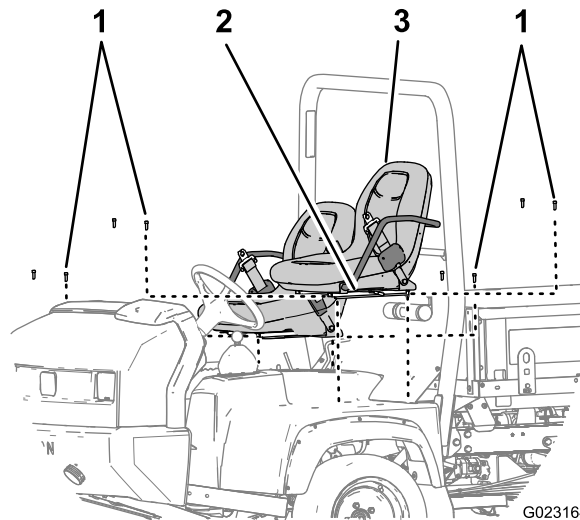

図 9
1. 座席レールをシャーシに固定しているソケットヘッド・ボルト8本を外して運転席を取り外す 図 9。
2. 反対側にもステップ1の作業を行う 図 9。